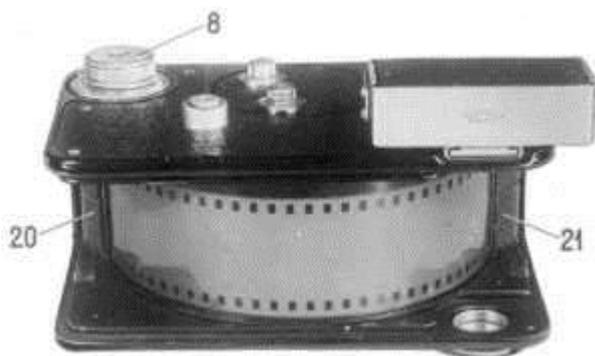

Рис. 7
Расположение кассет в камере – приемной **20** и подающей **21** – видно на **рис. 7**.
4. Открытую камеру поставьте объективом вниз и вставьте кассеты, как показано на **рис. 7**.